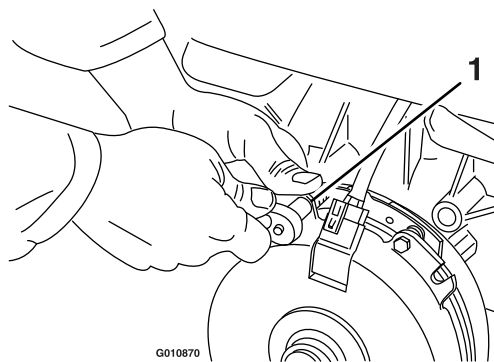

Figure 64
- A. Desserrez les deux boulons de montage de frein d'un demi à un tour complet, comme montré à la Figure 64.